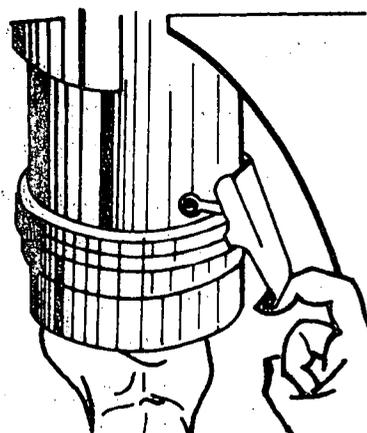

Fig. 4
- a Retire a cuba do óleo (figs. 4, 5 e 6).